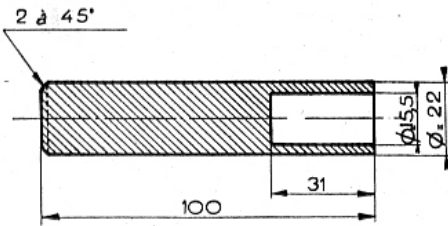

Fig. 9. — Cotes du mandrin de mise en place des guides de soupapes
- Par la partie supérieure de la culasse, emmancher le guide neuf, à l'aide du mandrin d'emmanchement (SAPRAR 10.732) (fig. 9). Bien suiffer l'alésage et le guide. (Grâce à ce mandrin, le dépassement du guide est obtenu à la valeur prévue).